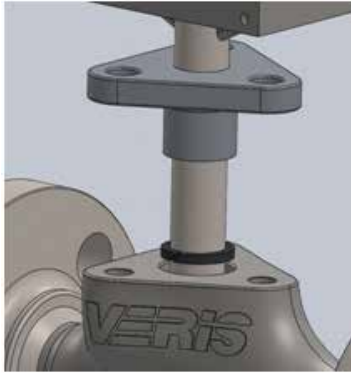

图 6：第一密封圈安装
- 如图所示（参见图 6）放置一个填料环。安装填料环时需双手，滑动探头旁边的三角形压板，用胶带或电线临时将其固定，使其远离主体。